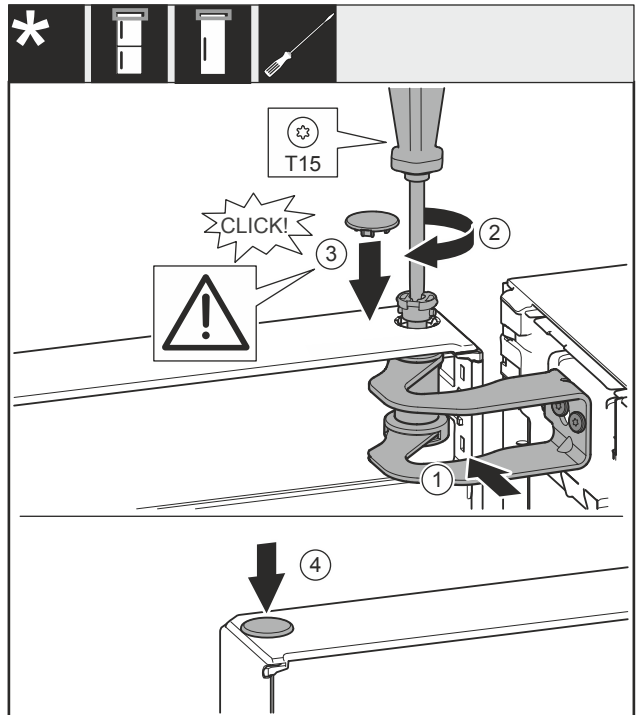

Fig. 57
- ▶ Igazítsa a csapágybak Fig. 57 (1) nyílásához az ajtót.
- ▶ Helyezze be a csapszeget Fig. 57 (2), és húzza meg csavarhúzóval.
- ▶ Helyezze be a fedelet Fig. 57 (3).
- ▶ Ellenőrizze, hogy a fedél Fig. 57 (3) felfekszik-e az ajtóra.
- ▶ Helyezze be a fedelet Fig. 57 (4).